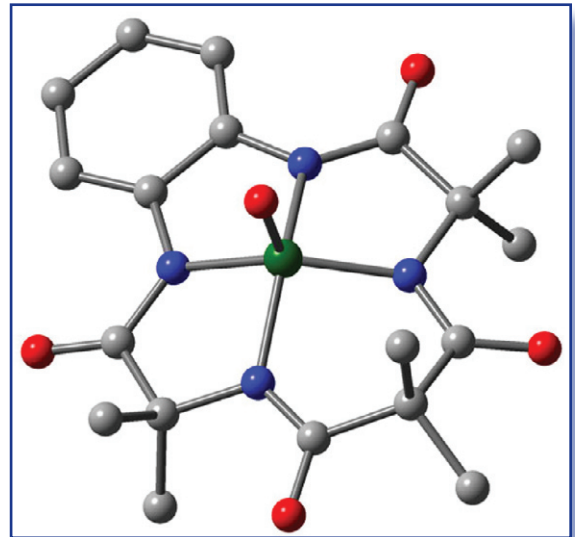

Abbildung 2: Die Struktur des Fe(V)-Oxo-Komplexes (grün Eisen, rot Sauerstoff, blau Stickstoff, grau Kohlenstoff, Wasserstoffatome sind nicht abgebildet.) [5].
- Weibliche Meeresschnecken (s. Abb. 2) der Nordsee werden unfruchtbar durch Tributylzinnhydrid (kurz auch Tributylzinn, TBT), das auf Schiffsrümpfen Muschelbewuchs verhindert, ganze Populationen verschwinden. [8] Schließlich beschloss die Internationale Schifffahrtsorganisation (IMO), die Verwendung von TBT ab 2003 zu verbieten.
1995 stellten sie ihr künstliches Enzym unter dem Namen Fe-TAML (Tetra-amido macrocyclic ligand) erstmals vor (Abbildung 2). Das relativ kleine Molekül ist wasserlöslich und einfacher gebaut als Cytochrom P450 (Abbildung 3), mit einem Eisen(III)-Atom in der Mitte, umgeben von vier Stickstoffatomen, die über Kohlenstoffketten verbunden sind. Da es sich überwiegend flächig ausdehnt, können sich Wassermoleküle von oben und unten lose an das Fe anlagern. Ist H_2O_2 zugegen, verdrängt es ein Wassermolekül und lagert unter Wasserabspaltung Sauerstoff an, so dass als Zwischenprodukt ein Fe-Oxo-Komplex entsteht und zwar – wie die Forscher nachweisen konnten [6] – mit fünfwertigem Eisen Fe(V). Dieser entfaltet enorme Oxidationskraft und zerschlägt die meisten organischen Verbindungen, die oft vollständig oder fast vollständig zersetzt, zumindest